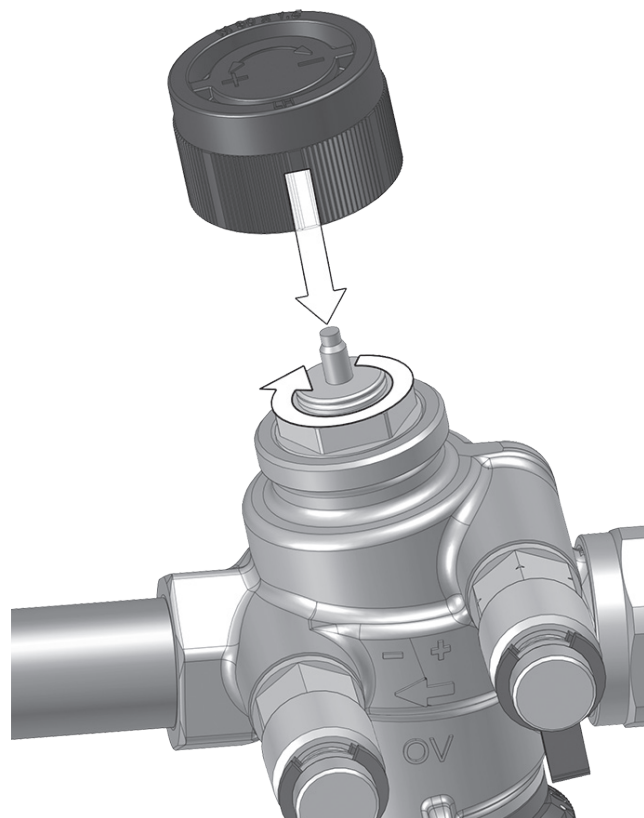

Bild 8: Spärra av
- 1 Spärra ventilen, t.ex. med skyddslocket (se Bild 8).
Skruva fast det medföljande skyddslocket på gänganslutningen M30 x 1,5 (se Bild 8).